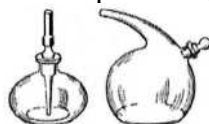

Рис. 5. Капельницы.
5. Капельницы (рис. 5) разной формы используют для хранения и дозирования индикаторов и растворов некоторых веществ.